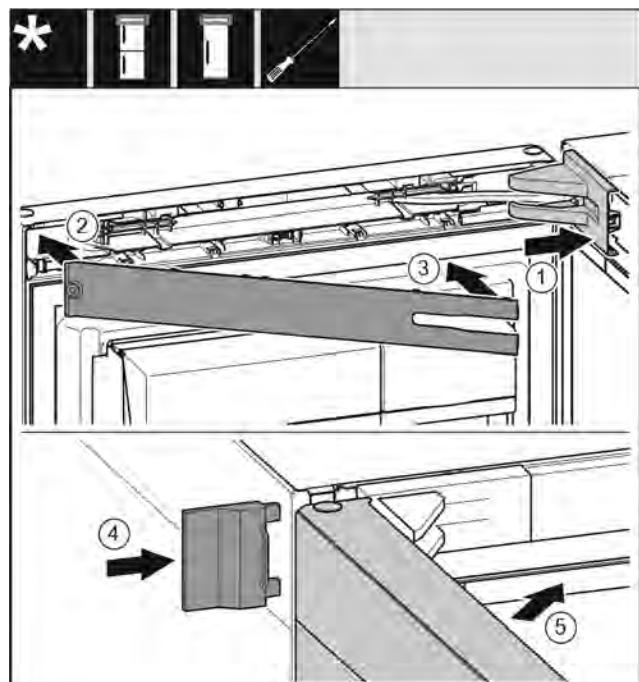

Fig. 22
- Крышку опорного кронштейна установите и зафиксируйте, при необходимости осторожно разожмите. Fig. 22 (1)
- Установите накладку. Fig. 22 (2)
- Наклоните и зафиксируйте накладку. Fig. 22 (3)
- Надвиньте внешнюю крышку. Fig. 22 (4)
- Закройте верхнюю дверь. Fig. 22 (5)